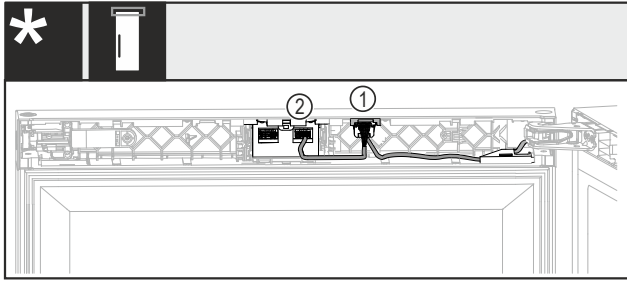

Fig. 46 Ohne Schloss oder mit mechanischem Schloss*
- ▶ Stecker mit beiden Kabeln Fig. 46 (1) in die Führung einschieben.*
- ▶ Stecker mit einem Kabel Fig. 46 (2) im rechten Nest einrasten.*